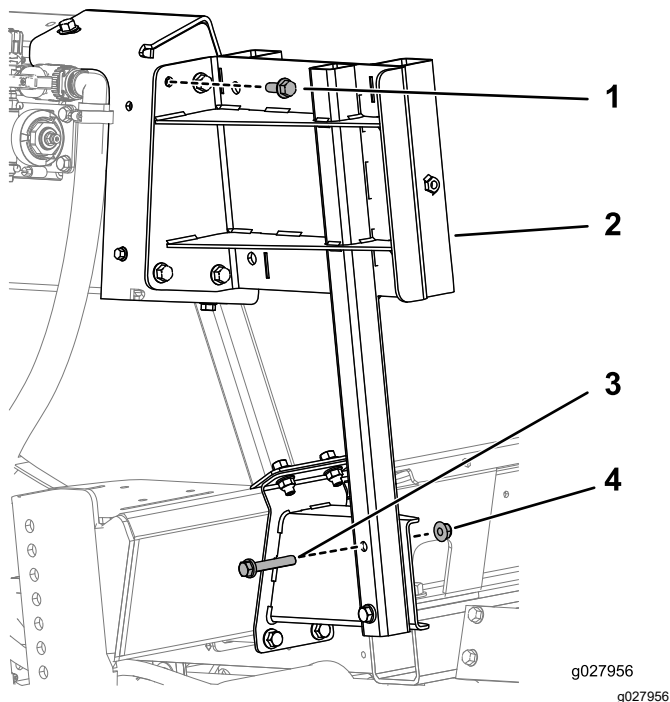

Figura 13
5. Sujete el soporte de la bandeja del carrito a los soportes superior e inferior con 4 pernos ($\frac{3}{8}$ "-16 x 1"), 2 pernos ($\frac{3}{8}$ "-16 x 2 $\frac{1}{4}$ ") y 6 tuercas con arandela prensada ($\frac{3}{8}$ "-16), según se muestra en Figura 13.